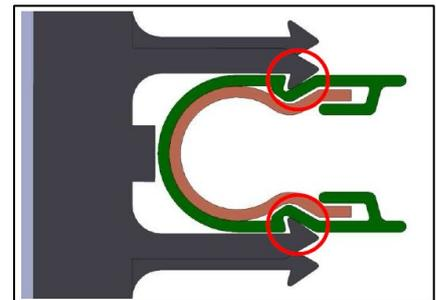

図 11: 正しく取付られたコンダクターレール
- コンダクターレールの絶縁ハウジングの両側の溝にコンパクトハンガーの両方のフックがしっかり係合していることを必ず確認してください(図 11 参照)。